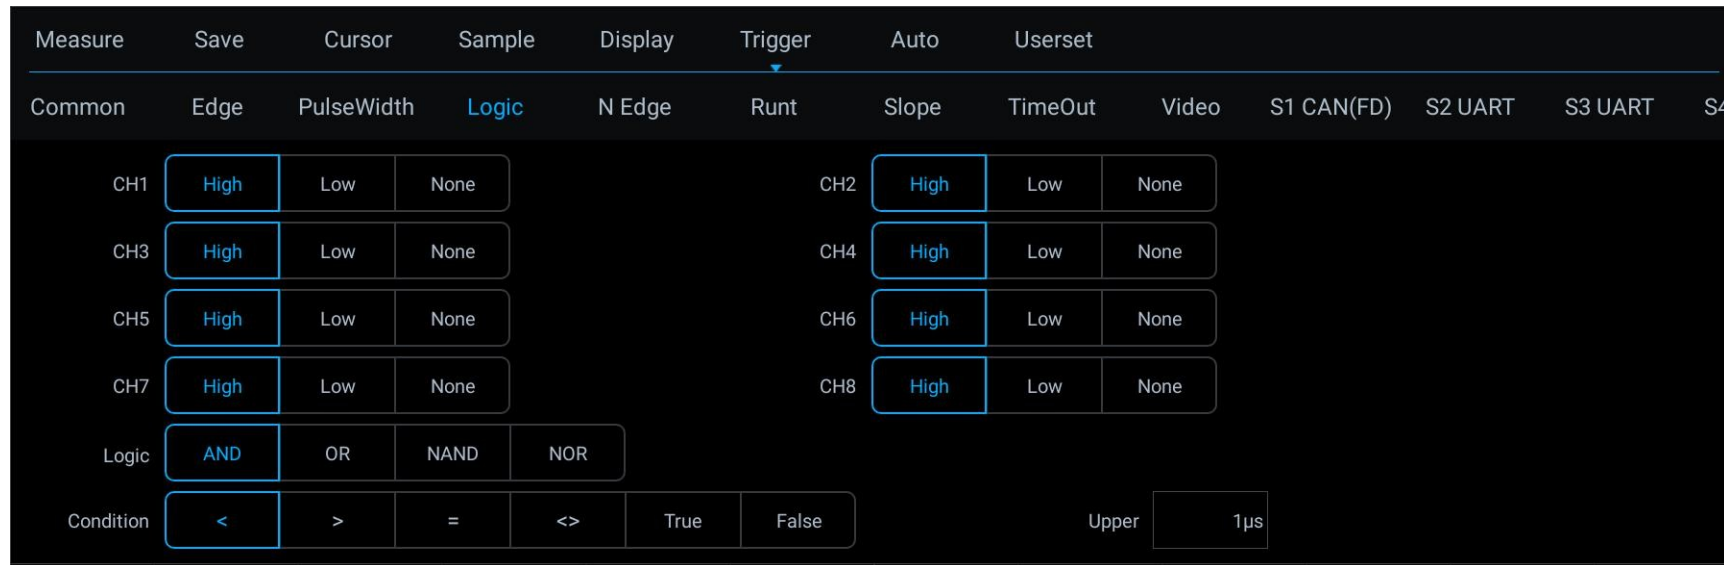

Abbildung 6-21 Menü „Logik-Trigger-Einstellungen“
- 1) Tippen Sie im Hauptmenü auf „Trigger“, um das Trigger-Menü zu öffnen, wählen Sie unter „Trigger-Typ“ den logischen Trigger aus und stellen Sie den logischen Trigger wie in Abbildung 6-21 gezeigt wie folgt ein: